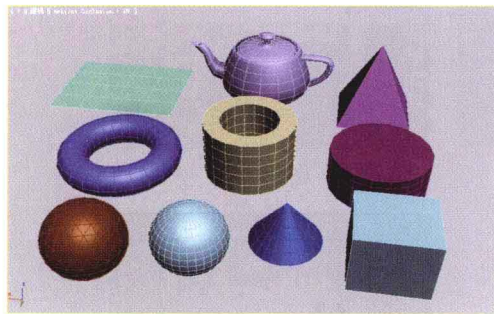

图1.2
- 标准几何体：相对简单的几何体。如立方体、球体等，效果如图1.2所示。